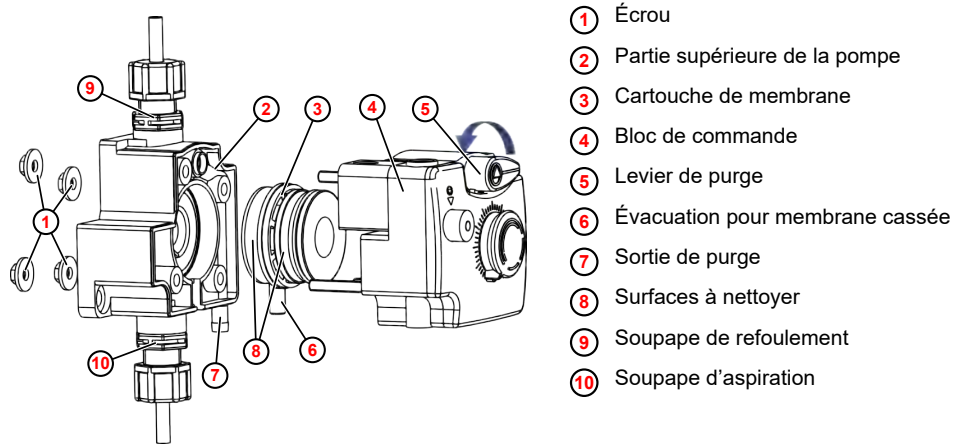

Fig. 20 : Remplacement de la partie supérieure de la pompe
i Si, bien que le levier de purge (Fig. 20 , ⑤) soit fermé, le produit à doser s'échappe par la sortie de purge (Fig. 20 , ⑦), il est impératif d'ajuster le levier de purge.